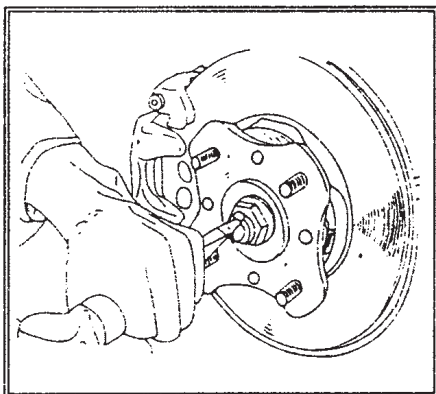

Рис.226.
- ◆ Снимите колпак, ослабьте гайки крепления колеса. С помощью зубила разогните фиксатор гайки крепления ступицы (рис.226).